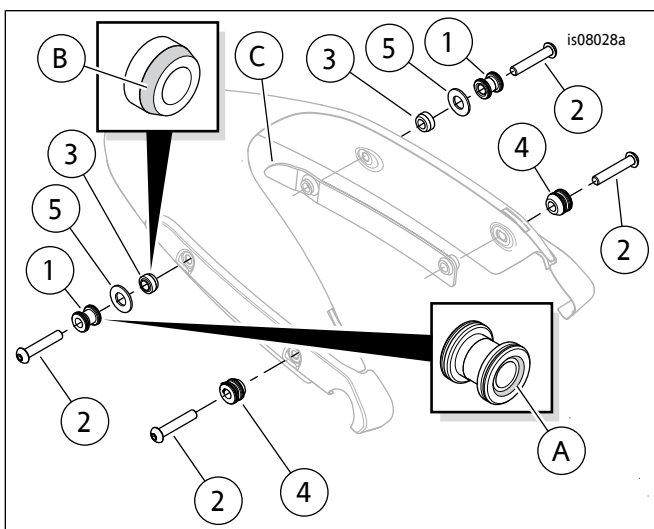

图3。维修零件：对接五金件套件
参见图3和表1。
1. 参见图3。拆下挡板支架后部螺丝并丢弃。
- b. 参见图3。从每侧的后对接点位置拆下组装的螺丝(2)、宽对接点(1)和对接点隔块(3)。